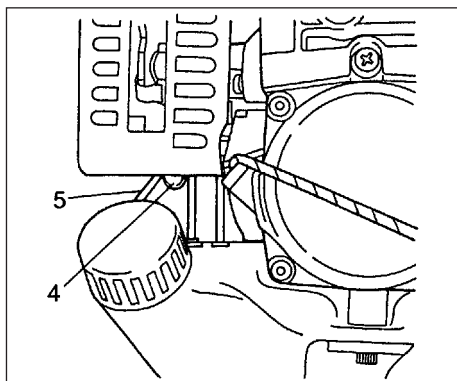
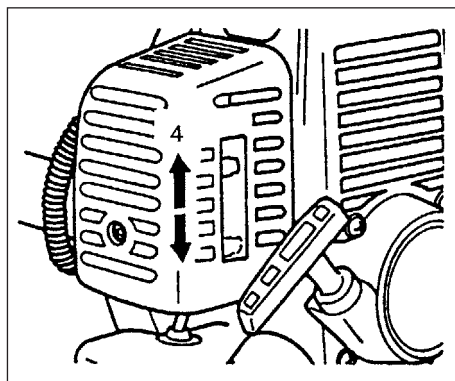

Fig. 2-2C
Fig. 2-3
* Trykk på sugepumpeboblen (4) flere ganger slik at brennstoff flyter gjennom returledningen (5) (hvis slik utstyrt) (Fig. 2-2C)
2. Med sikkerhetshendelen (2) trykket inn, trekkes det i gasshåndtaket og låseknappen (3) dyttes inn (hvis slik utstyrt), mens først gassen slippes sakte, deretter sikkerhetshendelen. Dette låser gassen i startposisjon.
3. Sett chokehendelen til CLOSED (lukket) posisjon (4) (Fig. 2-3)